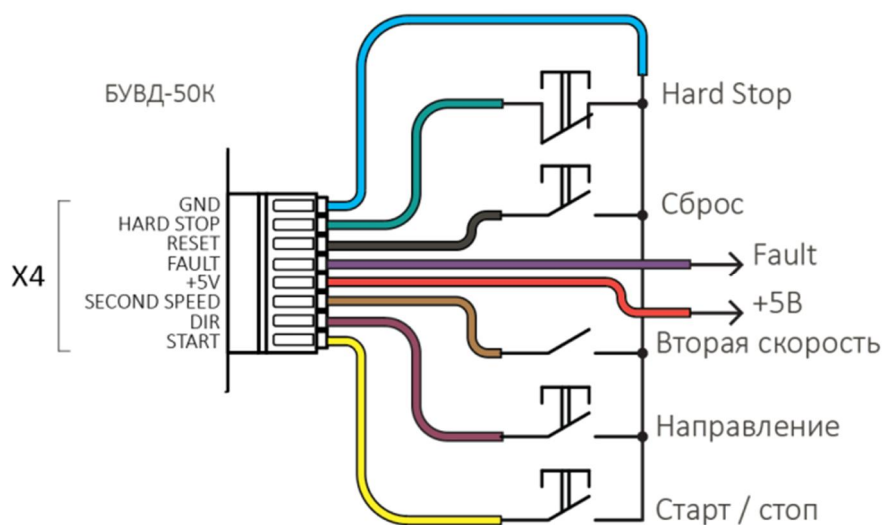

Рис. 3. Подключение внешних сигналов управления
Для обеспечения работы основных и вспомогательных функций контроллер имеет входы для подключения внешних дискретных сигналов. Управляющие сигналы подключаются к разъемам группы X4 (рис. 3).
4. При необходимости подключить внешние управляющие сигналы к клеммам в группе X4 (см. раздел 4 и рис. 3).